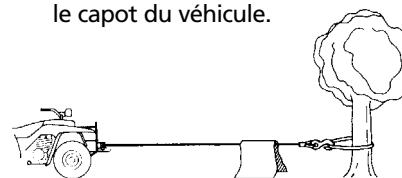

Figure 5
- C'est une bonne idée de placer une couverture lourde ou une veste par dessus le câble près de l'extrémité où se trouve le crochet en cas de traction de charges lourdes (Fig. 5). Si le câble métallique se brisait, le tissu servirait de tampon et aiderait à empêcher le fouettement du câble. Pour une protection complémentaire, soulevez le capot du véhicule.